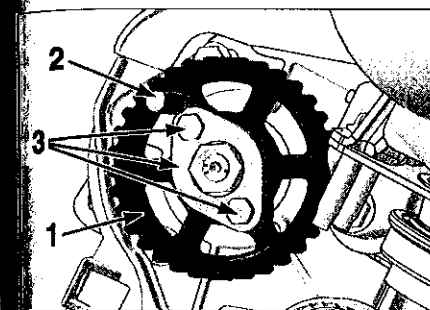

FIG. 18
Immobiliser en rotation, à l'aide d'une pince (2) (réf constructeur : (-).0194-J), la roue dentée (1) de la pompe (Fig.18).